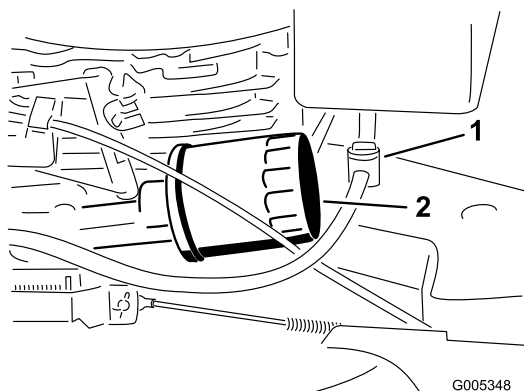

Figura 27
5. Coloque un trapo debajo del filtro de aceite para recoger cualquier aceite que se salga mientras retira el filtro (Figura 27).
3. Cierre la válvula de combustible (Figura 27)